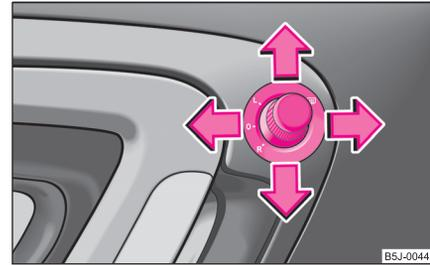

Abb. 47 Türinnenenteil: Drehknopf
- Stellen Sie den Drehknopf in die Position (B) ⇒ Abb. 47. ▶